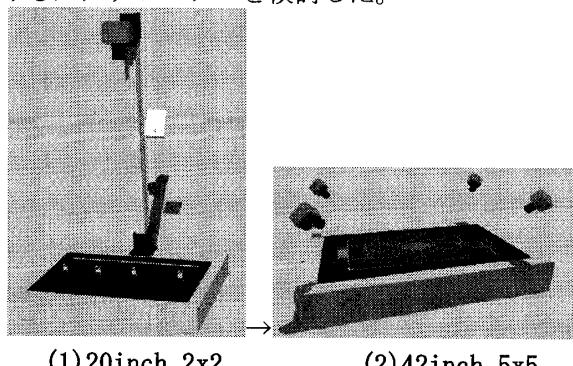

図1 MRリーグのシステム概要図
Robocup Mixed Reality(MR)リーグとは、図1のようにディスプレイ上に超小型ロボット(EcoBe!)を置いて、シミュレーションのボールを用いてサッカーをするRoboCupのリーグである[1]。2008年に以下の変更があった。①EcoBe!のモデル変更された。②フィールドが広くなった。③2対2から5対5になった。そのため、一つのカメラではフィールドすべてをカバーするのが難しくなった。[付録参照]